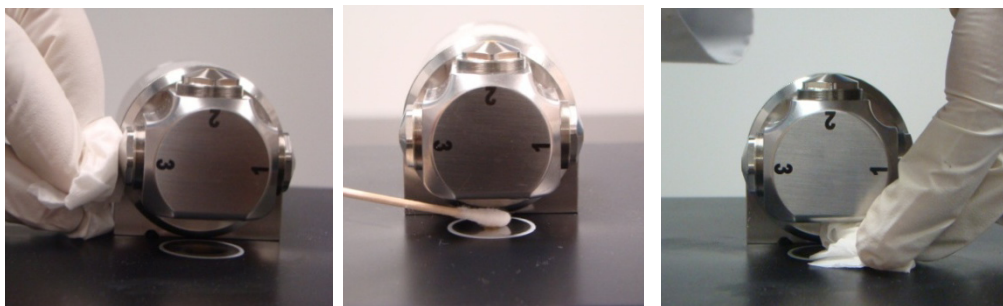

图 9. 清洁 DialPath 位置 3 窗口（左）和清洁样品安装区域
- 2 使用蘸有丙酮的棉签清洁上次分析使用的位置处的窗口（参见图 9，其中显示了清洁位置 3）。
- 3 清洁底部样品安装区域（参见图 9）。